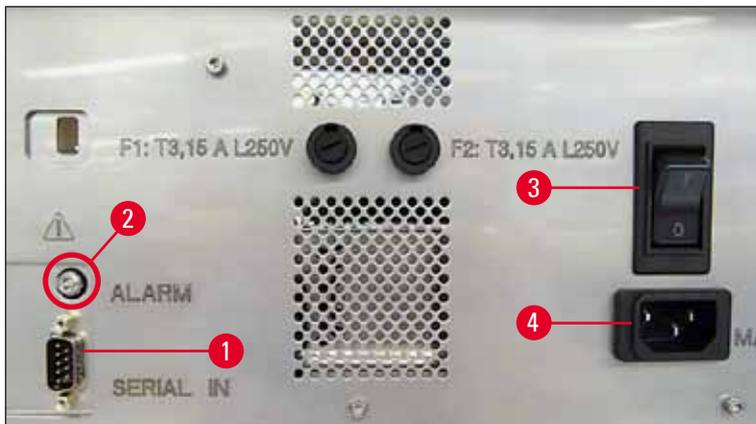

Fig. 31
- ① As conexões elétricas estão localizadas no painel traseiro do aparelho (→ "Fig. 31").